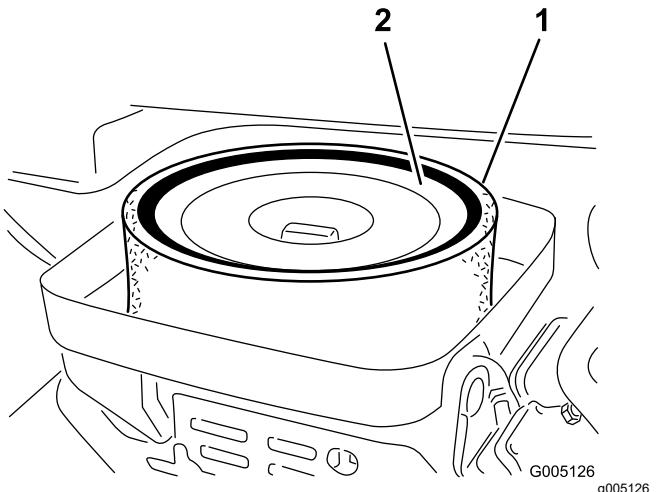

Figure 40
- Enlevez l'écrou à oreilles qui fixe les éléments au boîtier du filtre à air (Figure 40).
- Si l'élément en mousse est encrassé, sortez-le de l'élément en papier (Figure 40). Nettoyez-le soigneusement comme suit :